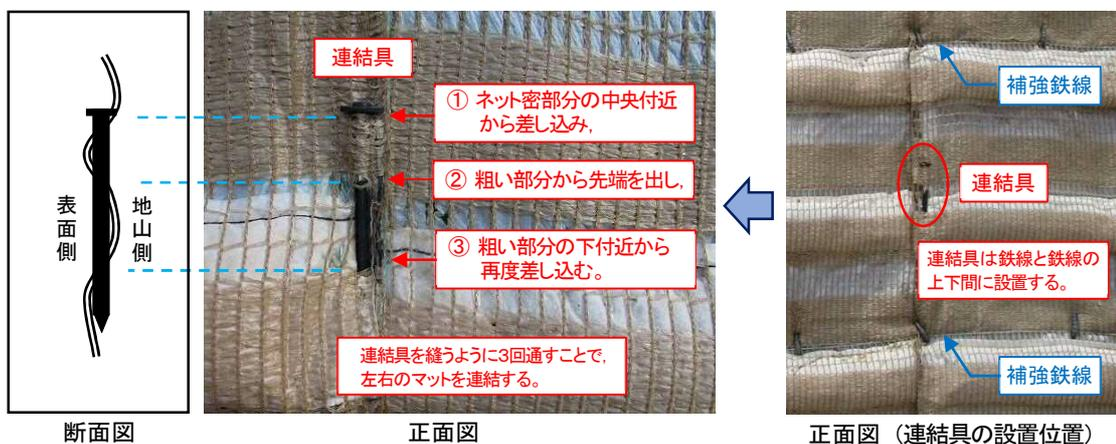

図5. マット左右接続部の連結方法
③マット左右の連結
- 連結具を所定の位置に設置し、マットの左右を接続する（詳細は図5、および別紙：施工図面を参照する）。